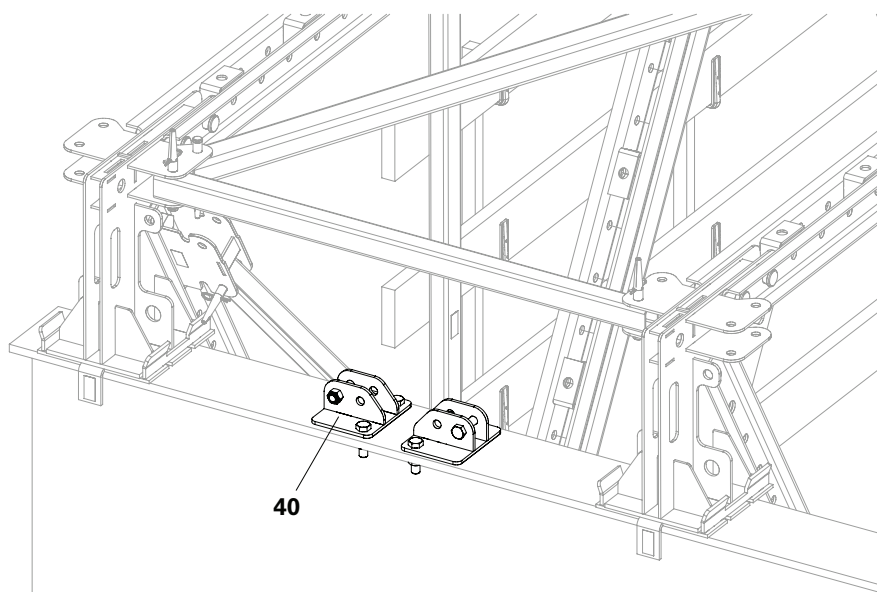

Fig. E2.02
3. Smontare il connettore di carico H ATG (**40**). (Fig. E2.02)